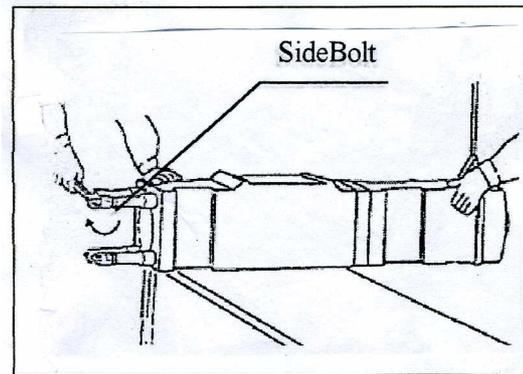

Fig.9
11. Com a chave, rode os parafusos no sentido dos ponteiros do relógio encaixando-os na ranhura correcta, de acordo com a Fig.9.